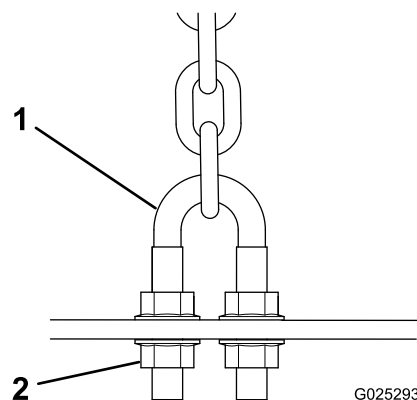
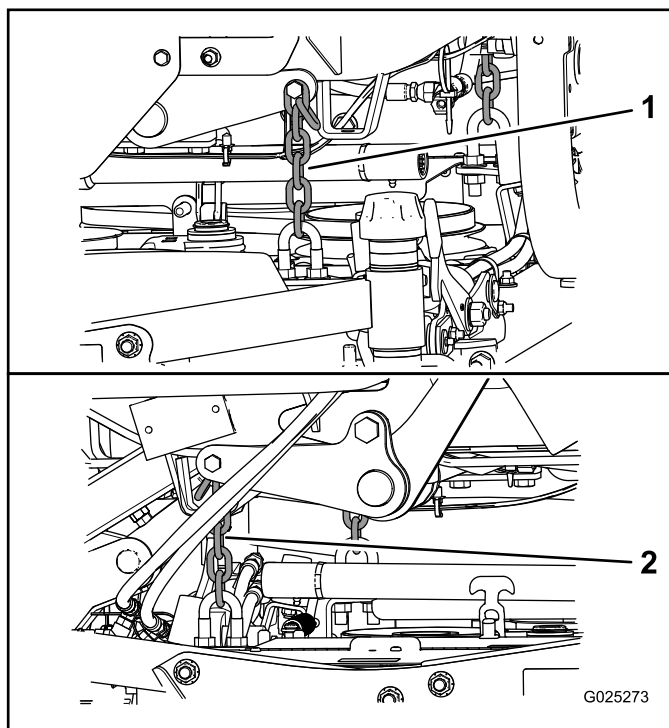

Figura 10
Figura 11
7. Ajuste as porcas de segurança (Figura 10) que prendem as forquilha/correntes traseiras (Figura 11) à plataforma do cortador para elevar a traseira do cortador de forma a que a inclinação da lâmina fique definida para 8 a 11 mm.
8. Ajuste as porcas de segurança que prendem as correntes da plataforma à plataforma do cortador até que a plataforma do cortador fique nivelada (Figura 11).